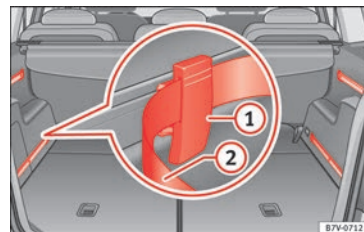

Fig. 94 En el maletero: sistema con raíles, elementos de fijación ajustables ① y cinturón tensor ajustable ②.
- Coloque un elemento de fijación con las rodaderas hacia arriba » fig. 94 ① en la parte superior de la guía y presione hacia abajo. »